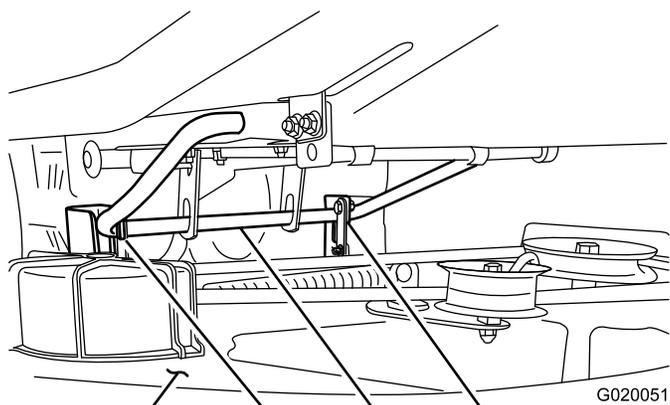
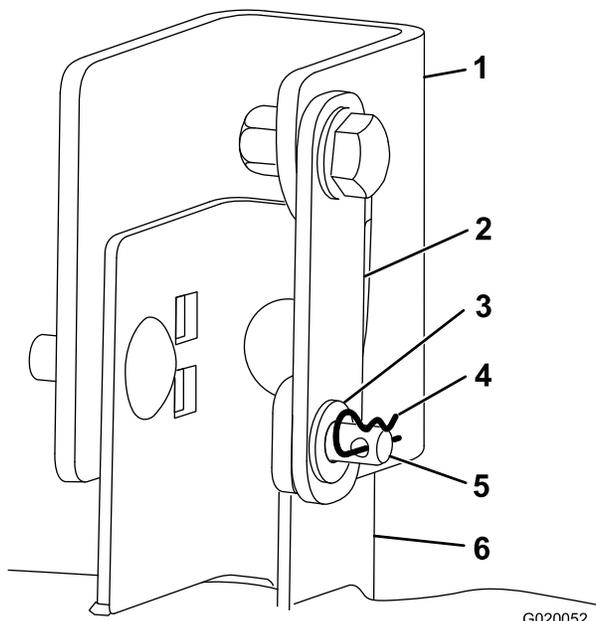

Figura 37
Figura 38
7. Rimuovete la coppiglia e la rondella dal perno con testa nel supporto di sospensione e nella staffa di supporto del piatto di taglio su un lato del piatto di taglio. Ripetete la procedura per l'altro lato (Figura 37 e Figura 38).
8. Sollevate leggermente la parte posteriore del piatto di taglio per allentare la pressione dei perni con la testa e rimuoveteli (Figura 37 e Figura 38).
9. Alzate il piatto di taglio e i supporti di sospensione dall'asta di sollevamento posteriore e riabbassate con cautela la parte posteriore del piatto di taglio al suolo (Figura 37).
7. Alzate la parte posteriore del piatto di taglio e guidate i supporti di sospensione lungo l'asta di sollevamento posteriore (Figura 37).
8. Ruotate ogni singola staffa di supporto del piatto di taglio in modo che il foro posizionato all'estremità libera sia allineato al foro sul supporto di sospensione (Figura 38).
9. Montate il perno con testa attraverso i supporti su ambo i lati, quindi montate le rondelle sui perni con testa e le coppiglie attraverso i perni con testa (Figura 38).